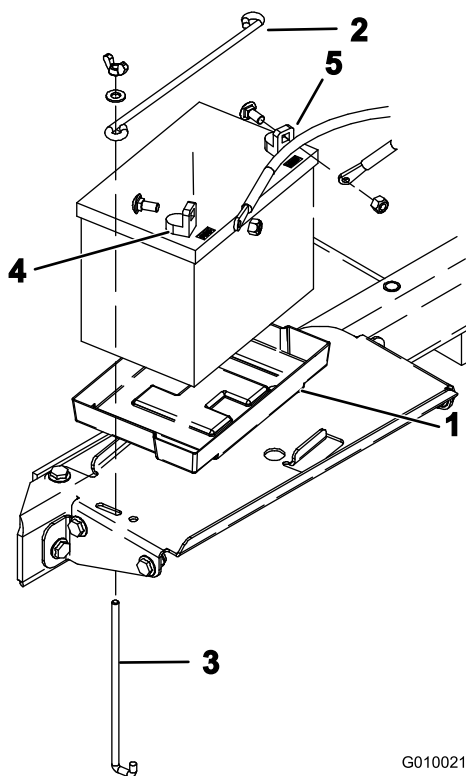

Bild 6
8. Setzen Sie die Batterie in Batteriekastenuntersatz ein (Bild 6). Setzen Sie die Batterie so ein, dass sich die Pole außen befinden.
9. Befestigen Sie die Batterie mit einer Batterieklemme, zwei Klemmstangen, zwei flachen Scheiben und zwei Flügelmuttern unten am Batteriekasten (Bild 6).